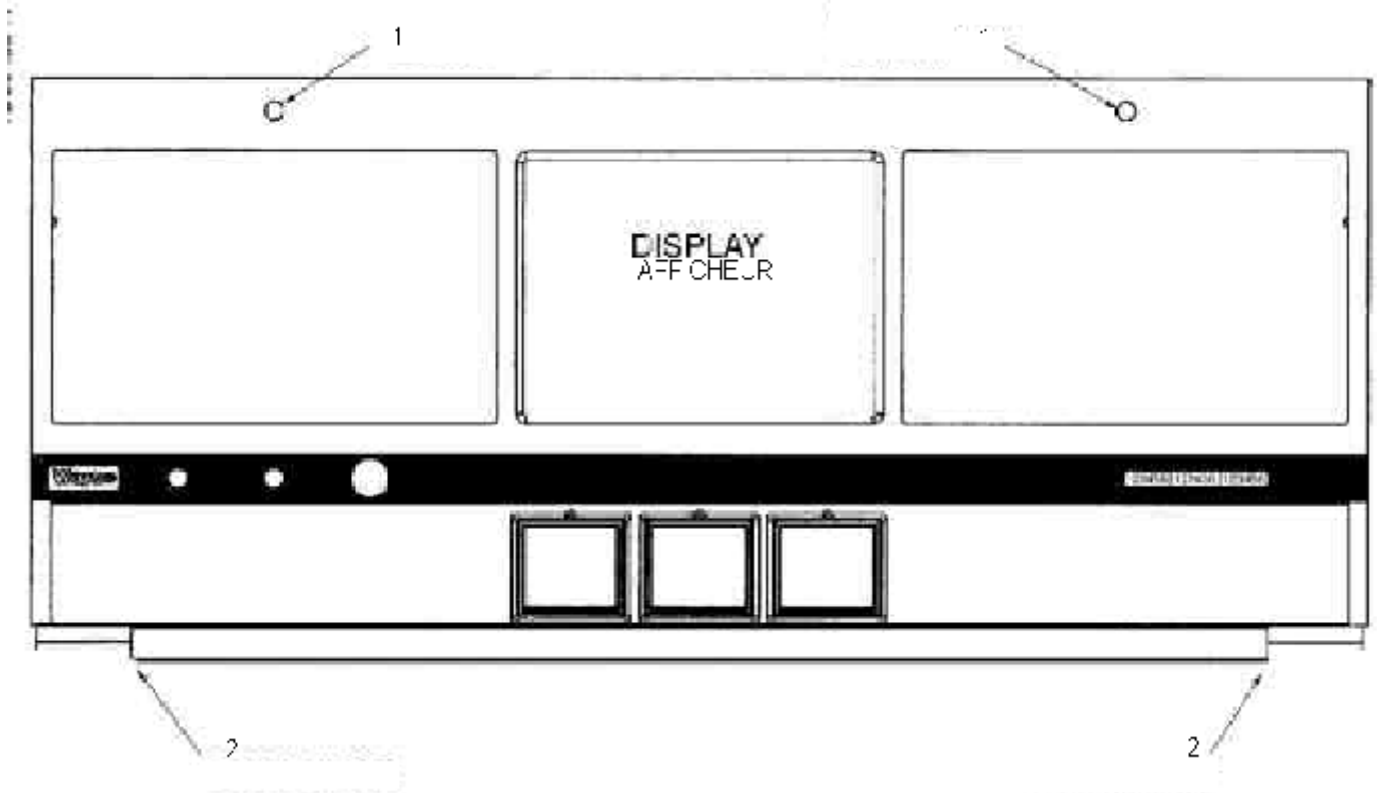

FIG.3 **2/Vista** 1- Bezel Lock Screw/Vis de blocage du panneau,
1. Lower front (Junction Box Side) bezel by loosening the two bezel lock screws to access function switches. (See FIG.3).
1. Abaisser le panneau avant (côté du boîtier de raccordement) en dévissant les deux vis de blocage pour accéder aux commutateurs de fonctions.. Voir FIG 3.